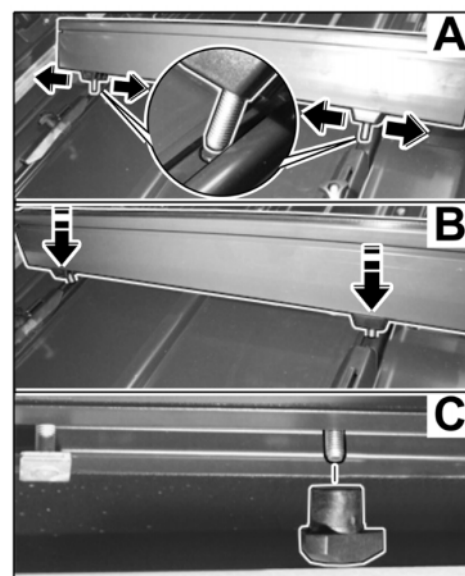

Figura 5
1.3.3 Alinear los dos bloques deslizantes (parte inferior del portaesquís) con el ancho de los orificios ovalados (perfil guía) en el fondo del portaequipajes hermético (⇒ *Figura 5 -A-, flechas-*).
1.3.4 Colocar la rosca del tornillo hexagonal M8 x 45 sobre el punto de ruptura teórico en las tiras (⇒ *Figura 5 -detalle A-*).
1.3.5 Presionar con cuidado el portaesquí con la rosca del tornillo hexagonal M8 x 45 en los orificios acanalados (⇒ *Figura 5 -B-*) hasta que asiente en el perfil guía.
1.3.6 Fijar el portaesquí a la parte inferior del portaequipajes hermético con la tuerca de muletilla M8 (2 uds.) (⇒ *Figura 5 -C-*).